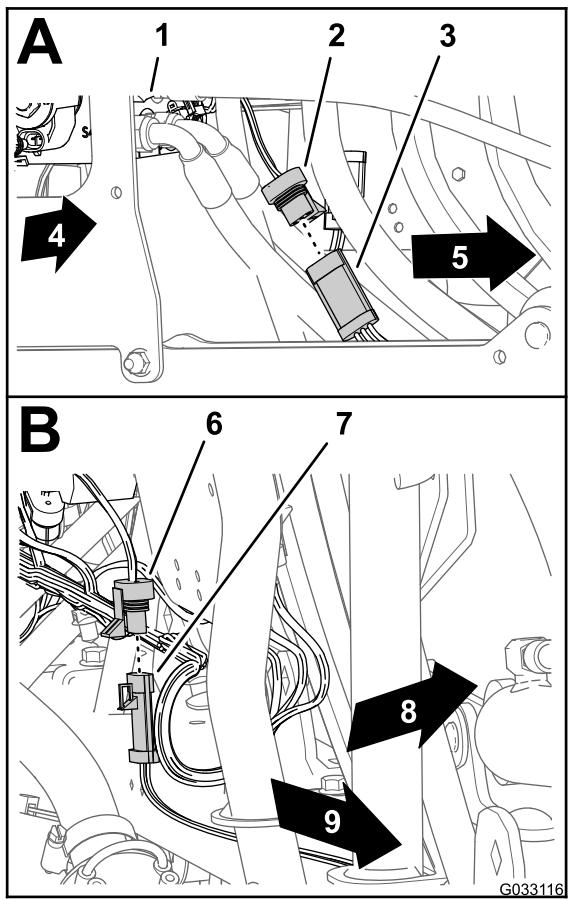

Рисунок 145
- Подсоедините 3-гнездовой разъем жгута проводов комплекта ультразвукового выравнивания стрелы к 3-штыревому разъему кабеля правого ультразвукового датчика (вид А на Рисунок 145).
2. Подсоедините 3-гнездовой разъем жгута проводов комплекта ультразвукового выравнивания стрелы к 3-штыревому разъему кабеля левого ультразвукового датчика (вид В на Рисунок 145).